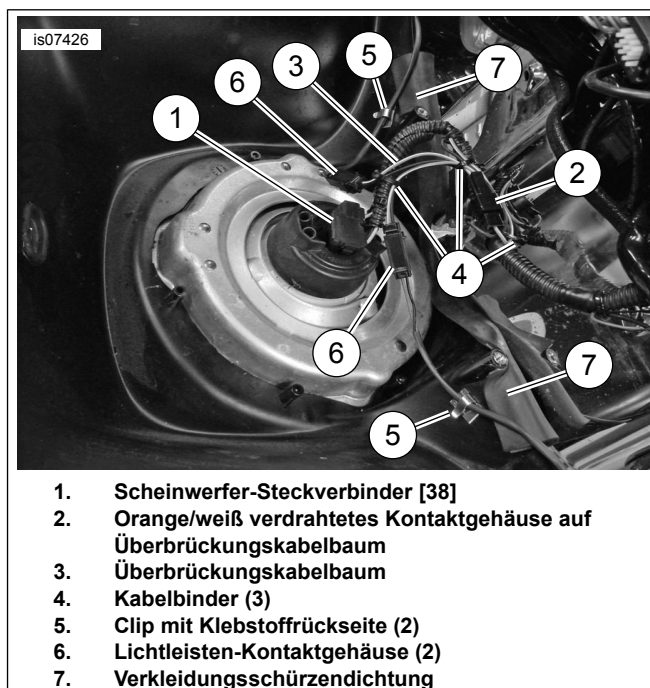

Abbildung 2. Lage des Lichtleisten-Clip und des Kabelbinders an der Verkleidungskante
1. Siehe Abbildung 2. Den Überbrückungskabelbaum (3), die Kabelbinder (4) und den Clip mit Klebstoffrückseite (5) aus dem Satz entnehmen.